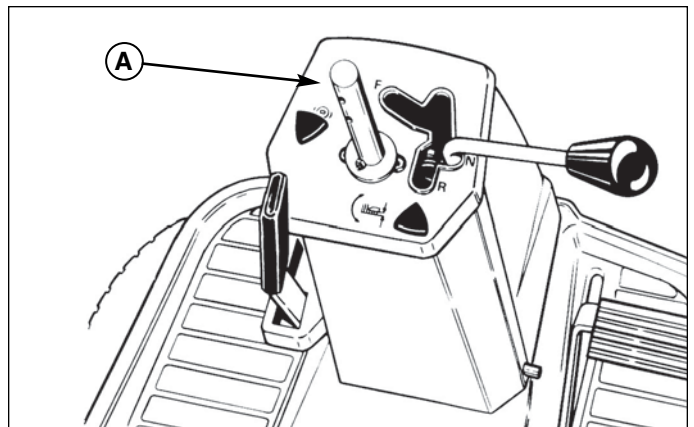

Abb. 24. Höheneinstellung des Lenkrades
1. Die Gummimanschette so weit nach unten ziehen, dass die beiden Löcher in der Lenkspindel freiliegen (A, Abb. 24).